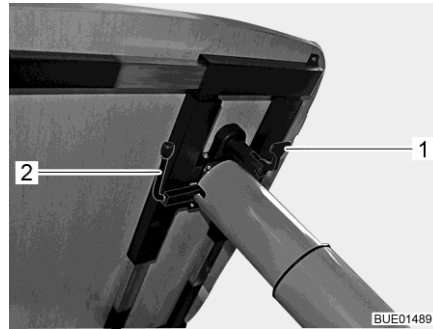

Fig. 124 Regolazione del tavolo rialzabile
- Tirare verso il basso la leva di serraggio (Fig. 124,1).
- Ruotare la leva (Fig. 124,2) sotto il piano del tavolo di 180° in senso orario. Il meccanismo di sollevamento nel piede del tavolo viene sbloccato.
- Ruotare la leva (Fig. 124,2) sotto il piano del tavolo di 180° in senso orario. Il piano del tavolo va automaticamente verso l'alto fino al fine corsa.